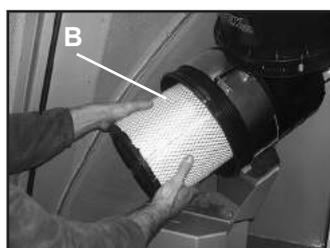

Fig.3
- 2) Extraire le filtre (B fig.3) en le tournant et le tirant, nettoyer ou le remplacer (voir le tableau récapitulatif pour l'entretien).